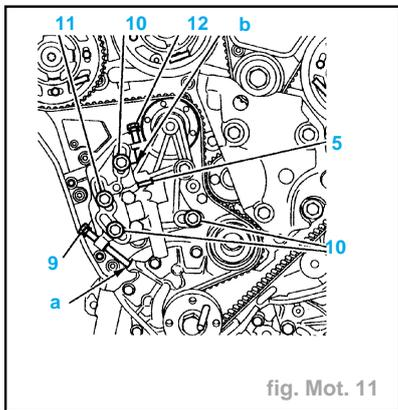

fig. Mot. 11
- Mettre en place 1 vis (9) type **M8 x 125 x 75** (fig. Mot. 11)
- Approcher la vis (9) jusqu'au contact en (a)